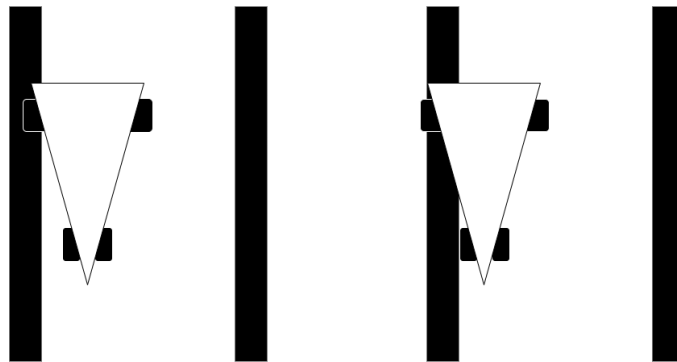

Figura 3: Robô dentro (esquerda) e fora (direita) da sua faixa de rodagem
- e) considera-se que um robô saiu da sua faixa de rodagem se, pelo menos, parte de 1 das rodas ou parte do chassis ultrapassar a linha de marcação do limite da faixa de rodagem, como se ilustra na Figura 3;